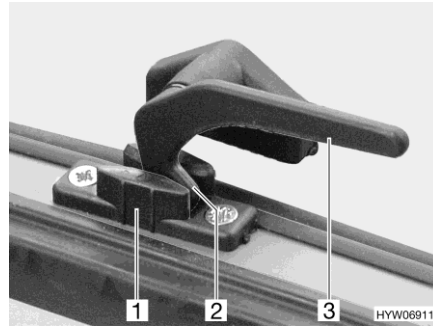

Bild 45 Låsarm i läget "kontinuerlig vädring"
- I läget "kontinuerlig vädring" (Bild 45)
- Sväng låsarmen (Bild 45,3) ett kvarts varv mot fönstrets mitt.
- Vrid tillbaka alla låsar. Därvid måste låsspaken (Bild 45,2) föras in i spåret på fönsterlåset (Bild 45,1).